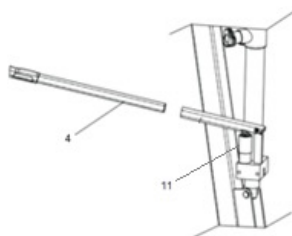

Fig. 6
1. Remover o manípulo e inserir a pega (4 – Fig. 6) no cilindro (11 – Fig. 6), conforme ilustrado a seguir.